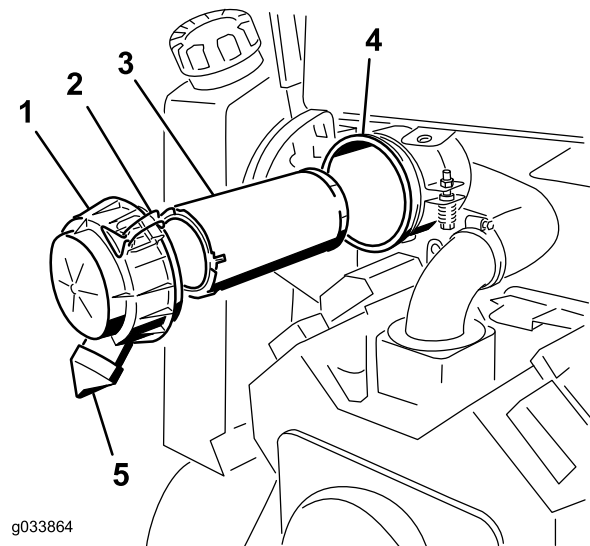

Figure 20
2. Ouvrez les verrous du filtre à air et séparez le couvercle du corps du filtre (Figure 20).
6. Sortez l'élément principal du corps du filtre avec précaution et mettez-le au rebut (Figure 20). Évitez de cogner l'élément à l'intérieur du corps.
- Si vous remplacez l'élément de sécurité, sortez-le avec précaution du corps du filtre et mettez-le au rebut (Figure 20). Évitez de cogner l'élément à l'intérieur du corps.
- Si vous remplacez l'élément de sécurité, glissez-le avec précaution dans le corps du filtre à air (Figure 20). Assurez-vous qu'il est bien engagé en appuyant fermement sur le rebord extérieur.
- Introduisez l'élément principal dans le corps du filtre avec précaution (Figure 20). Assurez-vous qu'il est bien engagé en appuyant fermement sur le rebord extérieur.
- Posez le couvercle, l'entretoise et fixez-les avec l'écrou du couvercle (Figure 20). Serrez les écrous à 11 N·m (95 po-lb).
- Montez le couvercle du filtre à air avec la sortie caoutchouc en bas, à la position 5h00 à 7h00 (vue de l'extrémité) (Figure 20) et fixez-le avec les dispositifs de verrouillage.